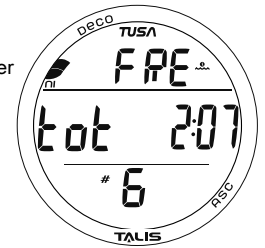

Abb. 86 - FREE-OBERFLÄCHEN-HAUPTDISPLAY
**FREE-Oberflächen-Hauptdisplay, Informationen beinhalten (Abb. 86):**